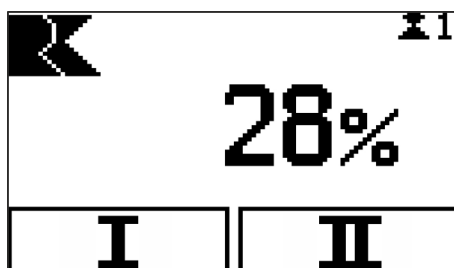

Abb. 40: Modus „Memoryposition“
- Memorypositionen (Standardansicht, Abb. 40)
⇒ Das Display wechselt in den Modus „Memorypositionen“ (Abb. 40).